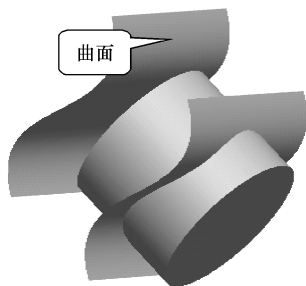
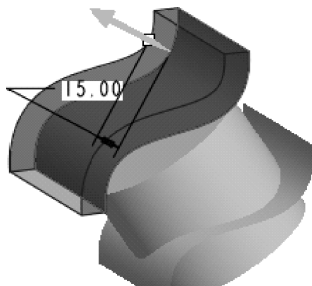

图 8-86 原模型
图 8-87 加厚曲面
(1) 打开文件“liti8-12.prt”，如图 8-86 所示。
(2) 在图形区选取如图 8-86 所示的曲面。
(3) 选项菜单栏中的【编辑】|【加厚】选项。
(4) 在对话框的【厚度】组合框 15.00 中将厚度值修改为【15】，模型如图 8-87 所示。